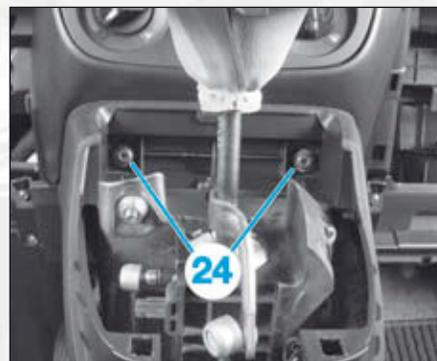

FIG.25
- les vis (24) de la garniture centrale inférieure du levier de vitesses (Fig.25),